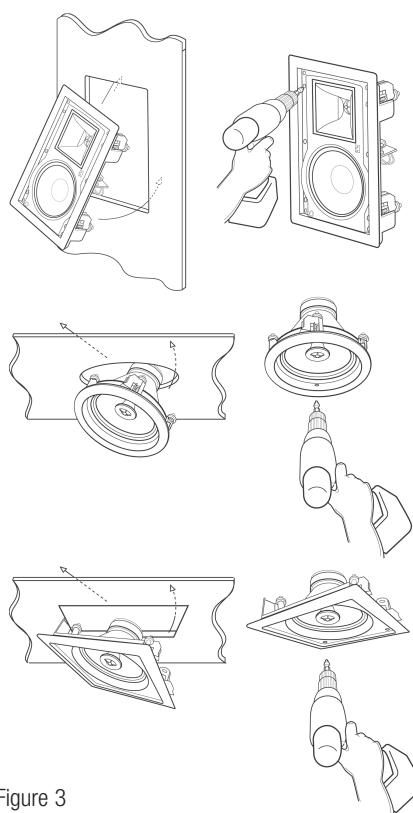

Figure 3
- 4.スピーカーの組立て部品を開口部に入れ、プラスねじ4つ（図3）を締めて取り付けてください。フレームの「大」足は旋回して、壁とフレームと共に「サンディッチ」にします。（Klipschの新建設用プラケットは、乾式壁設置に先立って使用すればこれを簡単にします。）